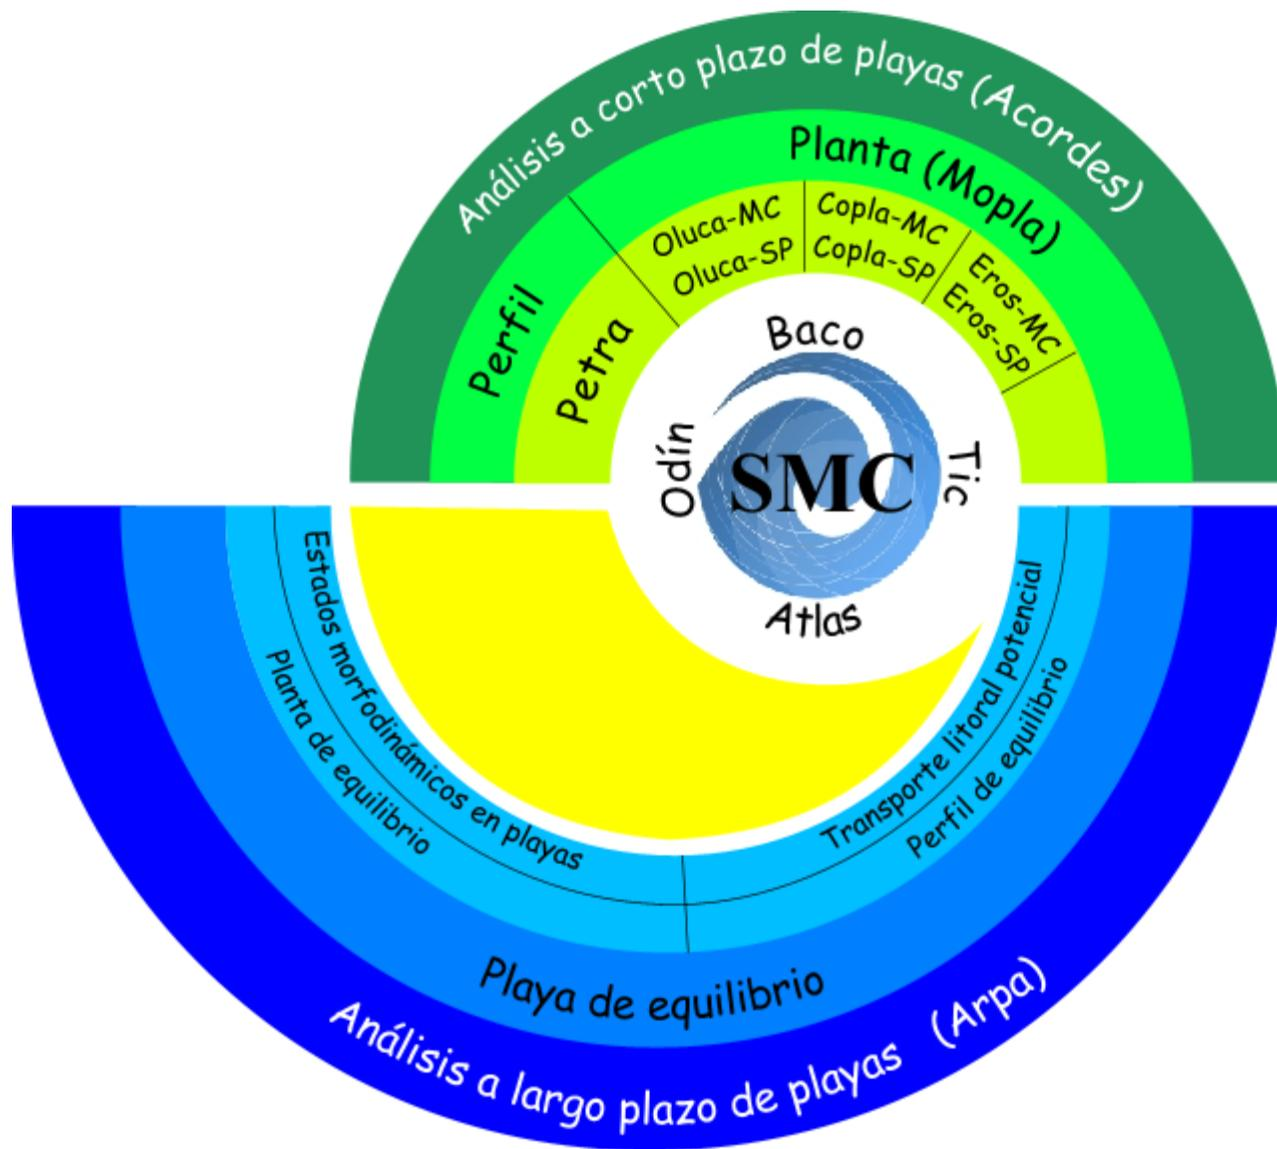

Figura 1.1. Representación esquemática del SMC
La representación esquemática de la estructura del SMC donde aparecen los distintos módulos del sistema, incluyendo sus modelos numéricos se presenta en la figura 1.1.
Tal como se dijo anteriormente, el SMC se compone, de cinco módulos: (1) módulo de “Pre-proceso”, (2) módulo (Acordes) de corto plazo, (3) módulo (Arpa) de largo plazo, (4) módulo de “Modelado del terreno” (MMT), y (5) módulo del “Tutor” (tal como se muestra en la figura 1.1). Estos cinco módulos se gestionan a partir de un módulo central denominado “Proyecto”.